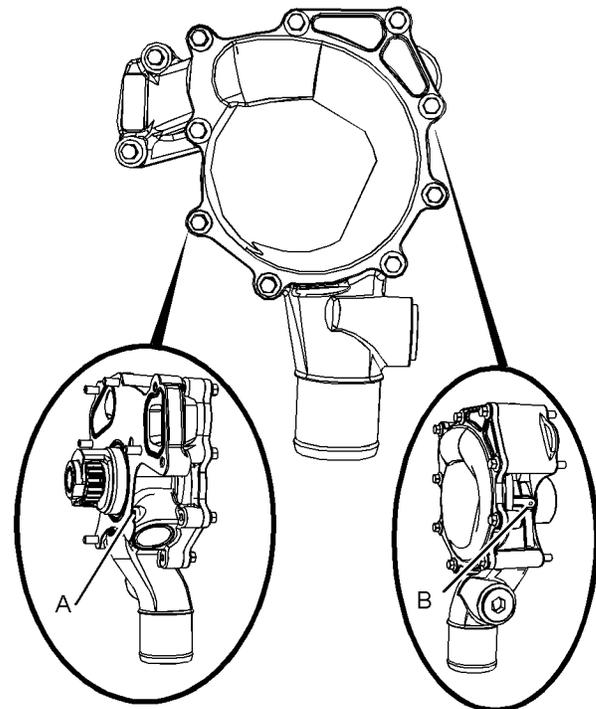

Abbildung 76
**Anmerkung:** Die Wasserpumpendichtungen werden durch das Kühlmittel im Kühlsystem geschmiert. Eine geringe Leckage ist normal. Siehe Abbildung 76 für Details zur Position der Ablauf- und Entlüftungsöffnung.